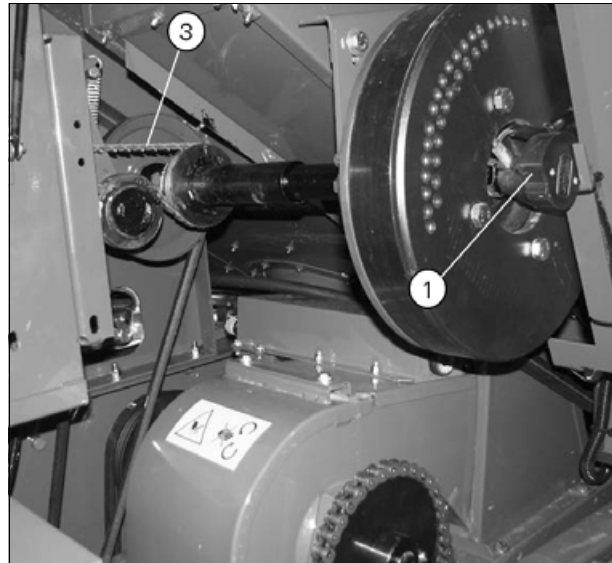

Рис. 13.
3. Снимите ремень с вращающегося решета (рис. 13) см. §12.3.7, страница 313.